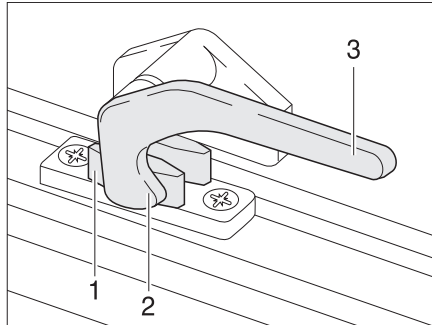

Bild 71 Låsarm i läget "stängd"
- Sväng låsarmen (Bild 71,3) ett kvarts varv mot fönstrets mitt.
- Sväng låsarmen (Bild 71,3) ett kvarts varv mot fönsterkarmen. Låsspaken (Bild 71,2) är placerad på insidan av fönsterlåset (Bild 71,1).
- I läget "helt stängt" (Bild 71).